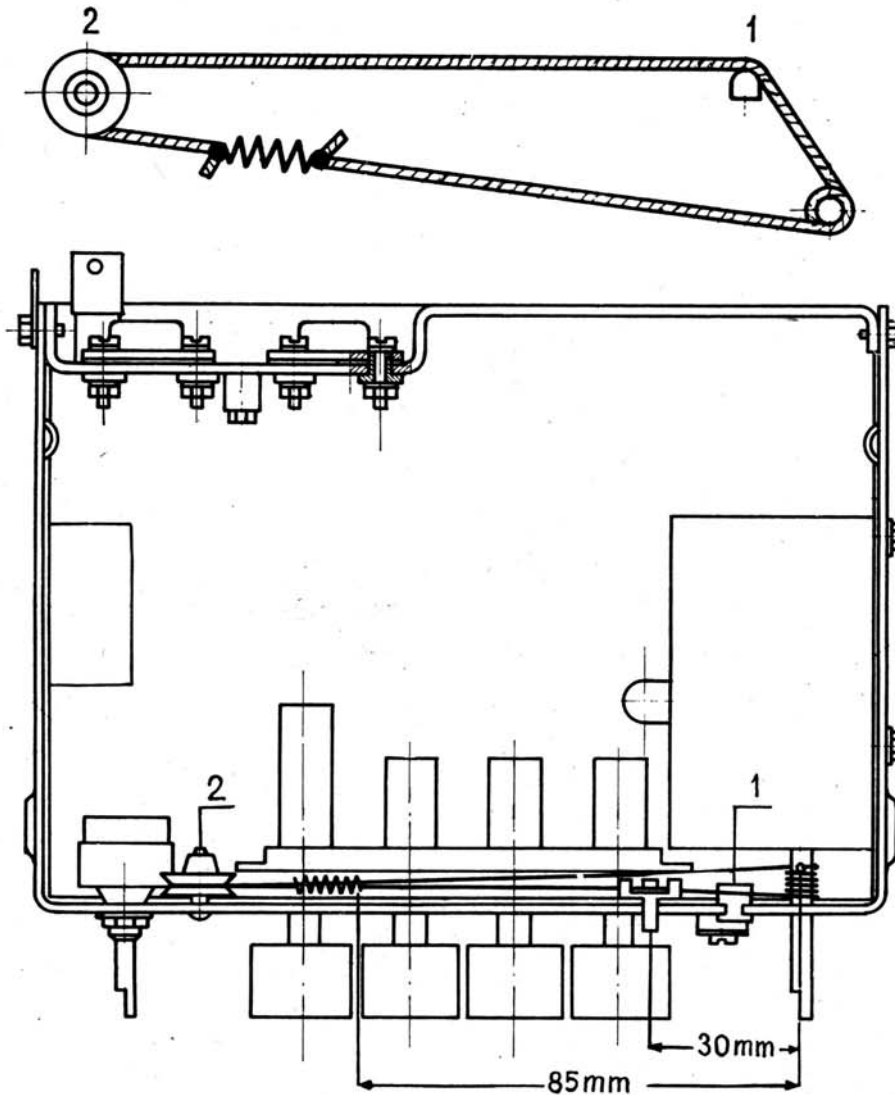

Abb. 4: Seilzuglaufplan
3. Fünf Wickeln gegensinnig Uhrzeigerrichtung aufrollen, so dass die Wickeln auf der Welle in Richtung des Drehknopfes verlaufen (Abb. 4).
5. Bei eingeschobenen Abstimmkernen, wird der Skalenzeiger in der Entfernung 30 mm von der Drehwelle (Abb. 4) befestigt.